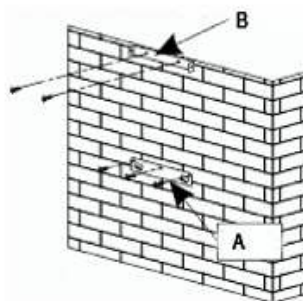

fig. 3
- Trace na parede os 3 orifícios que tem de fazer utilizando o gancho de suspensão do exaustor fornecido e respeitando a distância aconselhada (fig. 3).
- Fixe o suporte de fixação do exaustor, certificando-se de que fica totalmente nivelado (fig. 3).
- Calcule a altura final para fixar o apoio em U do suporte da chaminé (fig. 3).
- Faça os 2 orifícios de 8 mm e fixe o apoio do suporte da chaminé certificando-se de que fica exactamente no eixo do exaustor (fig. 3).
- Calcule a altura final para fixar o apoio de suporte à chaminé. (fig. 3).
- Faça os 2 orifícios de 8 mm e fixe o apoio do suporte da chaminé certificando-se de que fica exactamente no eixo do exaustor. (fig. 3).